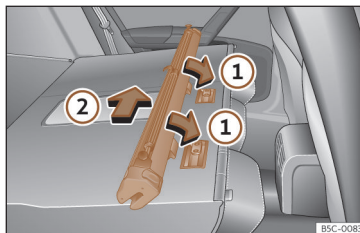

Fig. 136 Montar la red de separación en los respaldos del asiento trasero.
- Coloque la carcasa de la red en los rebajes de los carriles de sujeción en el sentido de las flechas»» fig. 136 ①.
- Empuje la carcasa hacia el lado izquierdo del vehículo en el sentido de la flecha »» fig. 136 ② y hasta el tope.
- Tire de la carcasa de la red aproximada-mente 5 cm en el sentido contrario de la fle-cha»» fig. 136 ②.
- Extraiga la carcasa de los carriles de suje-ción tirando en el sentido contrario al de las flechas»» fig. 136 ①.